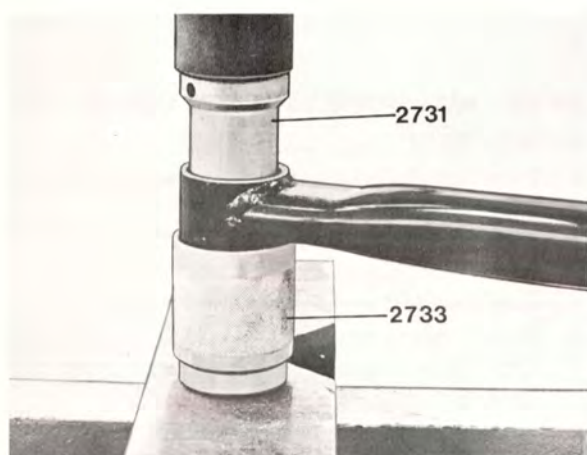

Bild 7-21.
3. Pressa ur bakaxeländens bussning med dorn 999 2731 och hylsa 999 2733 som mothåll. Mothållets smala ände vänds neråt (bild 7-21).